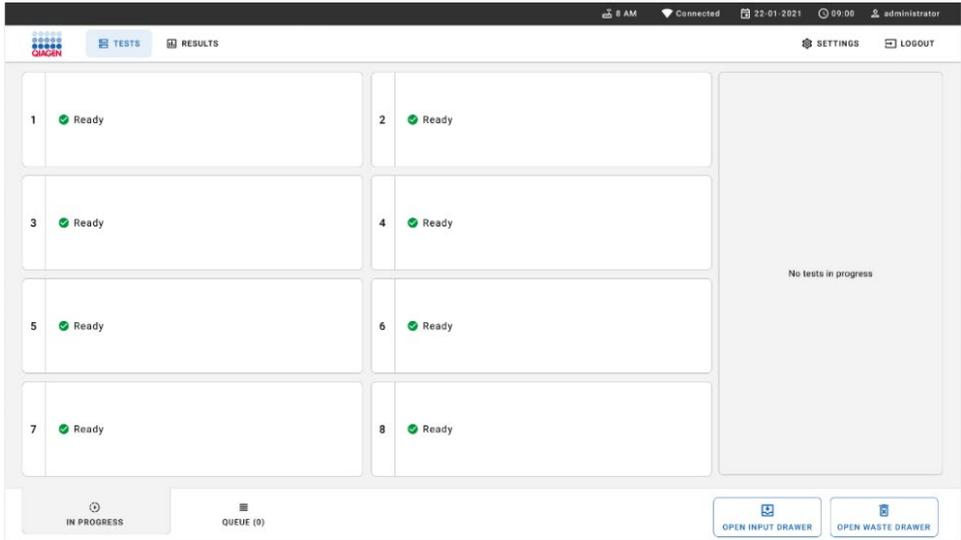

Abbildung 53. Haupttestbildschirm.
1. Drücken Sie die Schaltfläche **OPEN WASTE DRAWER** (ABFALLSCHUBLADE ÖFFNEN) in der rechten unteren Ecke des Haupttestbildschirms (Abbildung 53).
3. Schließen Sie die Abfallschublade nach Entnahme der Kartuschen. Das System scannt dann den Schubladeneinsatz und kehrt zum Hauptbildschirm zurück (Abbildung 53).
4. Drücken Sie die Schaltfläche **OPEN INPUT DRAWER** (EINGABESCHUBLADE ÖFFNEN) in der rechten unteren Ecke des Bildschirms (Abbildung 53).